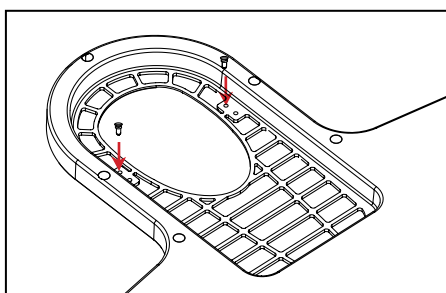

Fig. 2
2. Skruva in stiften medsols på den alternativa platsen med en skruvmejsel med platt huvud, från undersidan av CURVE-inlägget. (Fig. 2)